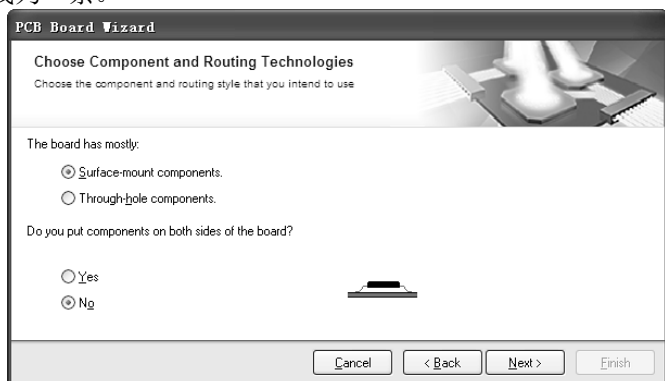

图 6-4-12 PCB 板使用组件类型设置
(7) 单击【Next】按钮，进入下一个对话框，设置元器件类型和布线技术，如图 6-4-12 所示。在 The board has mostly 选项区域中有两个选项，分别如下。
- Surface-mount components: 表面粘贴式组件，如果选择了该项，将会出现 “Do you put components on both sides of the board?” 的提示信息，询问是否在 PCB 的两面都放置表面粘贴式组件，如图 6-4-12 所示。